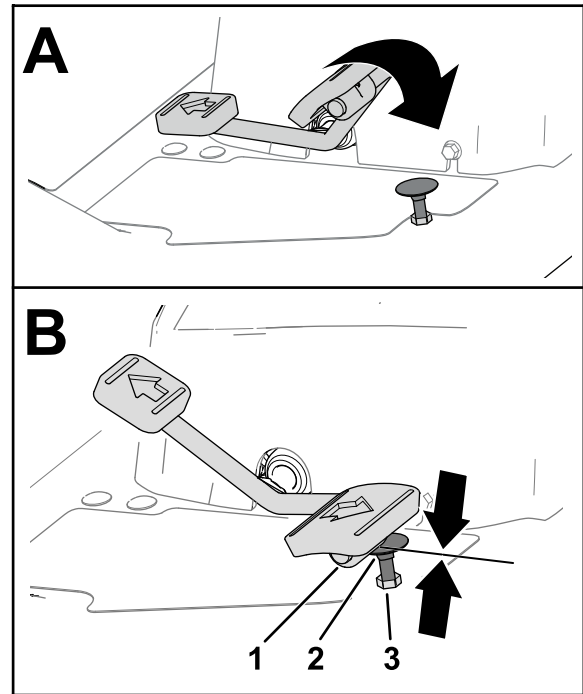
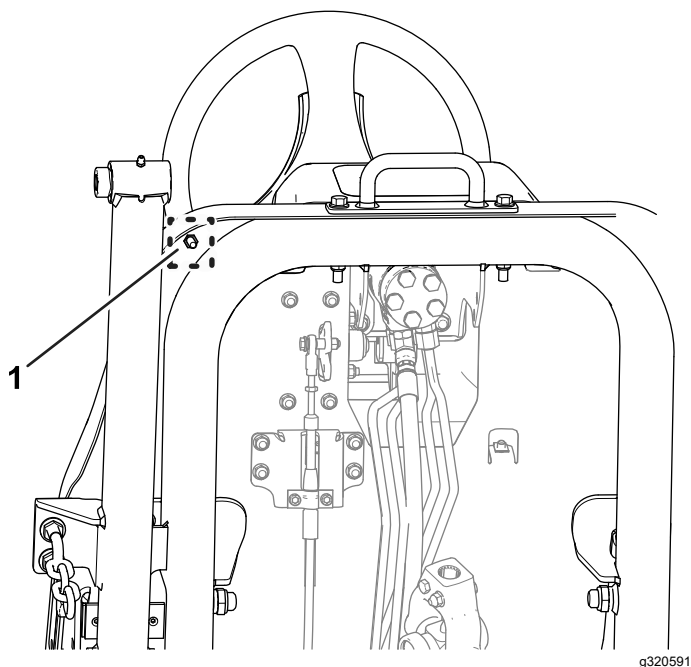

Figura 82
Figura 83
1. Pise el pedal de tracción a fondo (hacia adelante) (Figura 82).
- A. Sujete el tope del pedal de tracción (Figura 82) con una llave inglesa.
- B. Afloje la contratuerca situada por debajo de la placa del reposapiés (Figura 83).
- C. Mueva el pedal de tracción en la posición de velocidad máxima hacia adelante (Figura 82).
- D. Mientras sujeta el tope del pedal de tracción, ajuste la contratuerca situada encima de la placa del reposapiés (Figura 82) hasta que el pedal de tracción entre en contacto con el tope.
- F. Mientras sujeta el tope del pedal de tracción, apriete la contratuerca situada debajo de la placa del reposapiés (Figura 82 y Figura 83) a entre 37 y 45 N·m.